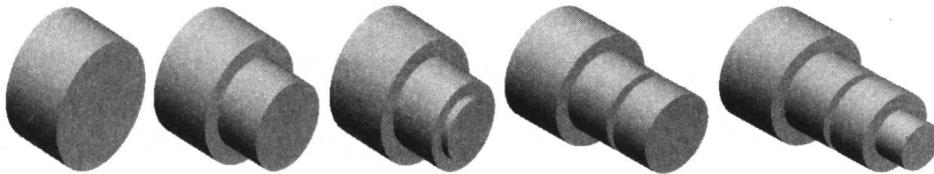

图1-6 “层叠蛋糕”法
**1. “层叠蛋糕”法** 用层叠蛋糕方法创建这个零件，如图1-6所示，一次创建一层，后面一层或者特征加到前一层上。如果改变了某一层的厚度，在其基础上创建的后面的层的位置也随之改变。